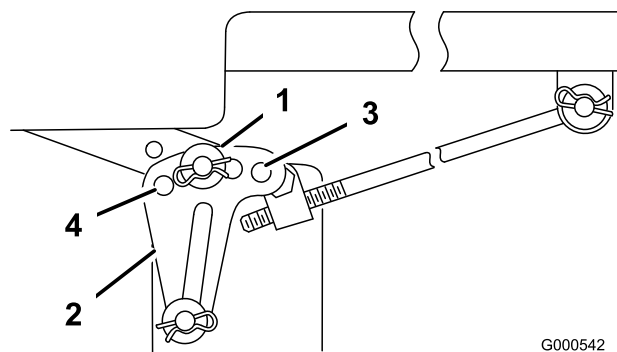

Figura 53
6. Togliete la coppiglia a forcina e la rondella dalla staffa di livellamento (Figura 53).
7. Per livellare la lama (o lame), riposizionate la staffa (o staffe) di livellamento in un foro diverso, e montate la rondella e la coppiglia a forcina. (Figura 53). Il foro anteriore corrisponde ad un'altezza inferiore della lama, mentre il foro posteriore corrisponde ad un'altezza maggiore. Regolate entrambi i lati come opportuno.